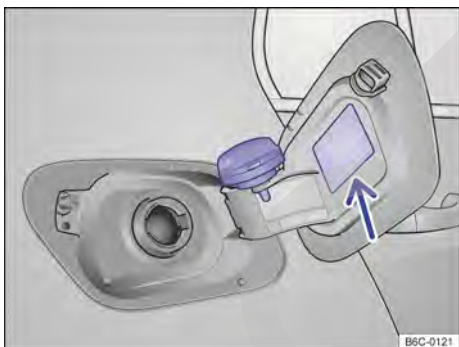

Fig. 120 Portezuela del depósito de combustible abierta con el tapón de cierre del depósito de combustible colgado.
- Retirar la tapa del depósito girándola en sentido antihorario y encajarla en el soporte de la portezuela del depósito → fig. 120.